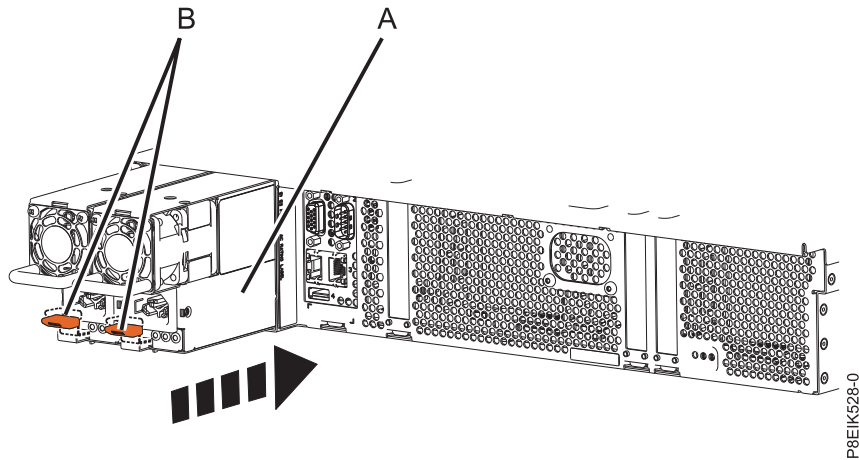

Figure 46. Remise en place d'un bloc d'alimentation dans le système
2. Alignez le bloc d'alimentation (A) avec la baie et faites-le coulisser dans le système jusqu'à enclenchement du loquet ocre (B). Voir figure 46, à la page 69.